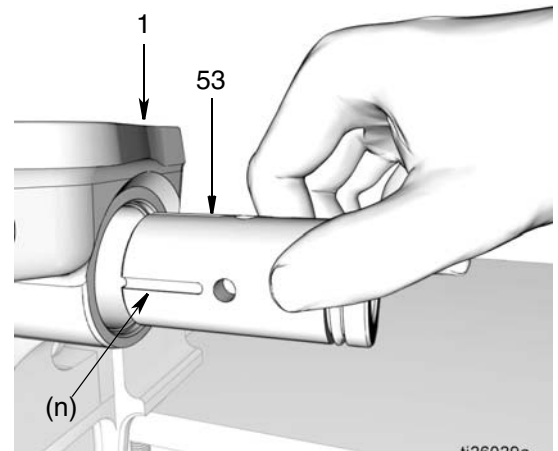

图 41
- c. 将泵元件衬套 (53) 安装在泵底座上 (1)。如要确定安装的正确方向，请参考图 41。